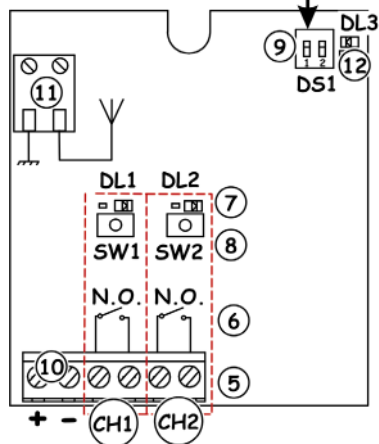

Fig. 1
4. Premere, per 1 secondo, il pulsante sulla ricevente (Fig.1 rif. ⑧) corrispondente al canale a cui si vuole associare il radiocomando.
5. Il led corrispondente sulla ricevente (Fig.1 rif. ⑦), inizia a lampeggiare lentamente per 5 sec.
7. Il led sulla scheda (Fig.1 rif. ⑦) si accenderà a luce fissa per 1 secondo per poi spegnersi, indicando l'avvenuta memorizzazione.